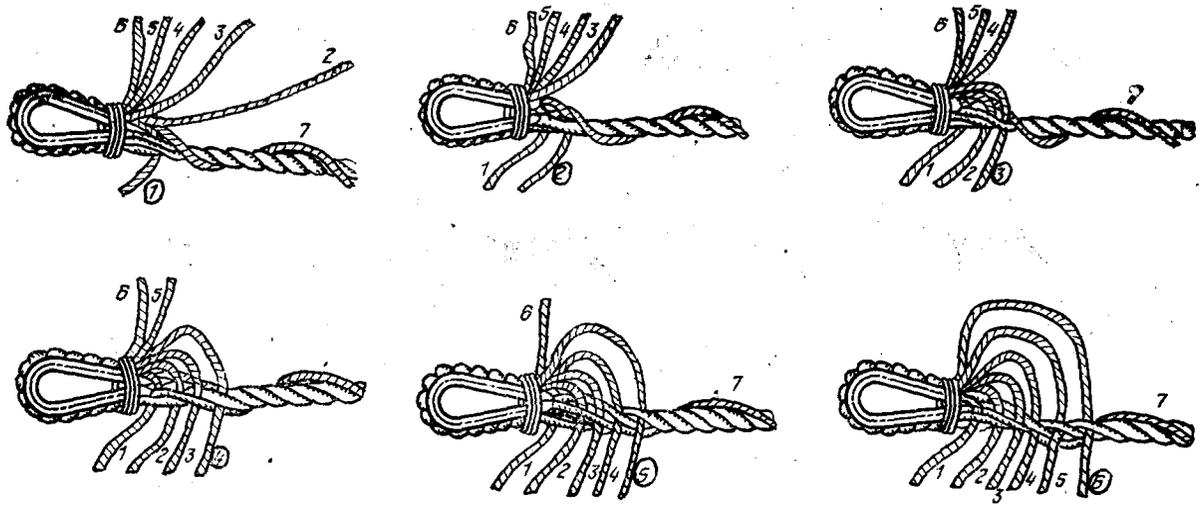

Рис. 37. Проведение прядей распущенного конца троса под пряди основной ветви троса
9. Вплетите все пряди распущенного конца троса в основную ветвь троса за один проход (рис. 37), для чего: